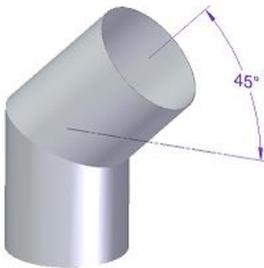
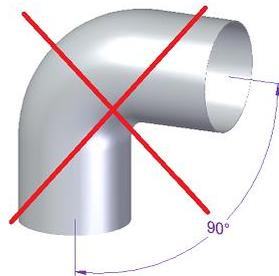

Figure 24 – Inclinaison correcte pour le tuyaux coudés
Figure 25 – Inclinaison incorrecte pour les tuyaux coudés
* En conditions nominales de fonctionnement, le tirage des gaz de combustion doit être à l'origine d'une dépression de 12 Pa un mètre au-dessus du col de la cheminée. Pour effectuer une bonne installation, au moins 2 mètres de tube métallique de cheminée de même diamètre que la sortie de fumées de l'insert devra être appliqués verticalement. On pourra ensuite utiliser de nouveaux éléments de tubage d'une inclinaison maximum de 45°. Les Figure 24 et Figure 25 montrent les inclinaisons correcte et incorrecte en cas de besoin d'un coude, respectivement.